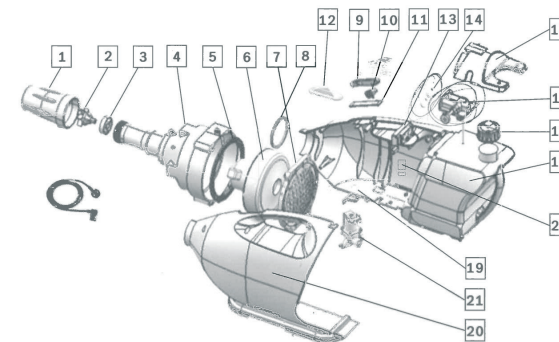
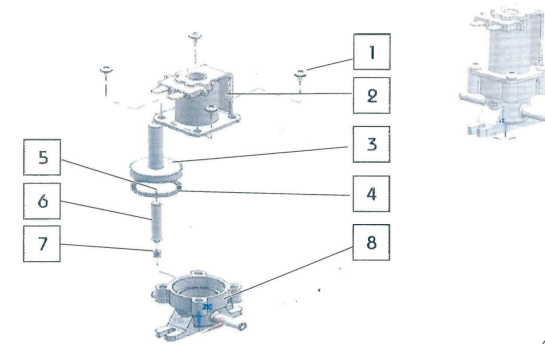

Abb. 2
Abb. 3
- Die Luftdüse (Abb. 2 - Nr. 02) ist nicht drehbar. Bitte nicht mit Gewalt versuchen diese zu drehen.
Der Motor läuft, es wird aber keine Flüssigkeit vernebelt	<ul style="list-style-type: none"> Überprüfen Sie, ob der Sprühmitteltank korrekt mit dem Gerät verbunden ist. (Klemmfixierung richtig eingerastet?) Überprüfen Sie, ob der Deckel des Sprühmittel tanks vollständig geschlossen ist. Überprüfen Sie die Position des Stellrädchens des Dosierventils. In der Position „close“ wird kein Wirkstoff vernebelt. Überprüfen Sie, ob der Sprühmittel tank beschädigt ist. Wenn defekt, muss dieser ausgetauscht werden. Überprüfen Sie, ob der O-Ring (Abb. 2 - Nr. 14) der Ventilbaugruppe (Abb. 2 - Nr. 16) zum Verbinden des Gehäuses und des Sprühmittel tanks beschädigt ist. Wenn dieser beschädigt ist, muss er getauscht werden, Bitte beachten Sie die Maße: Innendurchmesser 7.5mm, Außendurchmesser 10.5mm. Prüfen Sie das Magnetventil (Abb. 3). Reinigen Sie es ggf. und bauen Sie es wieder zusammen. Informationen dazu finden Sie im Abschnitt 05 dieses Handbuchs.
Der Motor läuft, die Flüssigkeit wird jedoch nicht gleichmäßig vernebelt.	<ul style="list-style-type: none"> Überprüfen Sie, ob der Sprühmittel tank korrekt mit dem Gerät verbunden ist. (Klemmfixierung richtig eingerastet?) Überprüfen Sie die Position des Stellrädchens des Dosierventils. In der Position „close“ kann kein Wirkstoff vernebelt werden. Überprüfen Sie, ob der Deckel des Sprühmittel tanks vollständig geschlossen ist. Überprüfen Sie, ob der Sprühmittel tank beschädigt ist. Wenn ja, ist es notwendig einen Neuen zu kaufen. Prüfen Sie das Magnetventil (Abb. 3). Reinigen Sie es ggf. und bauen Sie es wieder zusammen. Informationen dazu finden Sie im Abschnitt 05 dieses Handbuchs. Überprüfen Sie, ob der Schlauch im Gerät beschädigt ist. Wenn ja, ersetzen Sie diesen durch einen Neuen.
2. Magnetventil ausbauen und reinigen (Abb. 3)